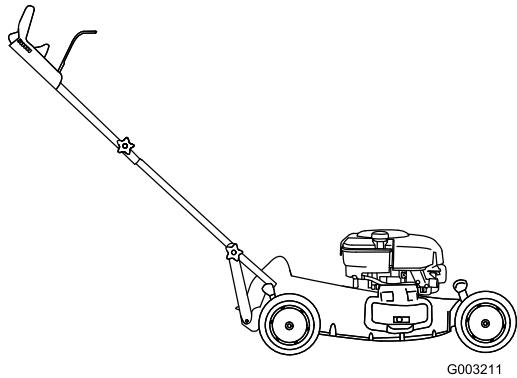

Figura 6
- Doble el manillar hacia atrás (Figura 6).